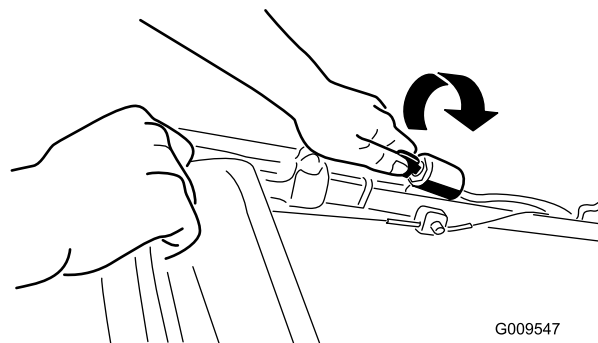
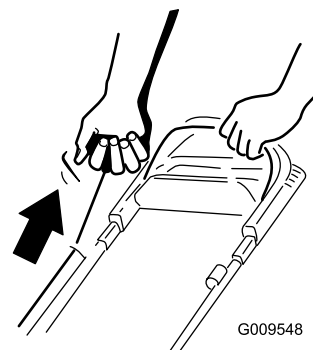

Figura 12
Figura 13
2. Girate la chiave di accensione (Figura 12) (solo modelli con avviamento elettrico) o tirate l'avviatore autoavvolgente (Figura 13).
Nota: Quando utilizzate l'avviatore autoavvolgente, tiratelo leggermente fino ad avvertire una certa resistenza, poi date uno strappo (Figura 13). Lasciate che il cordino si riavvolga nell'avviatore lentamente.